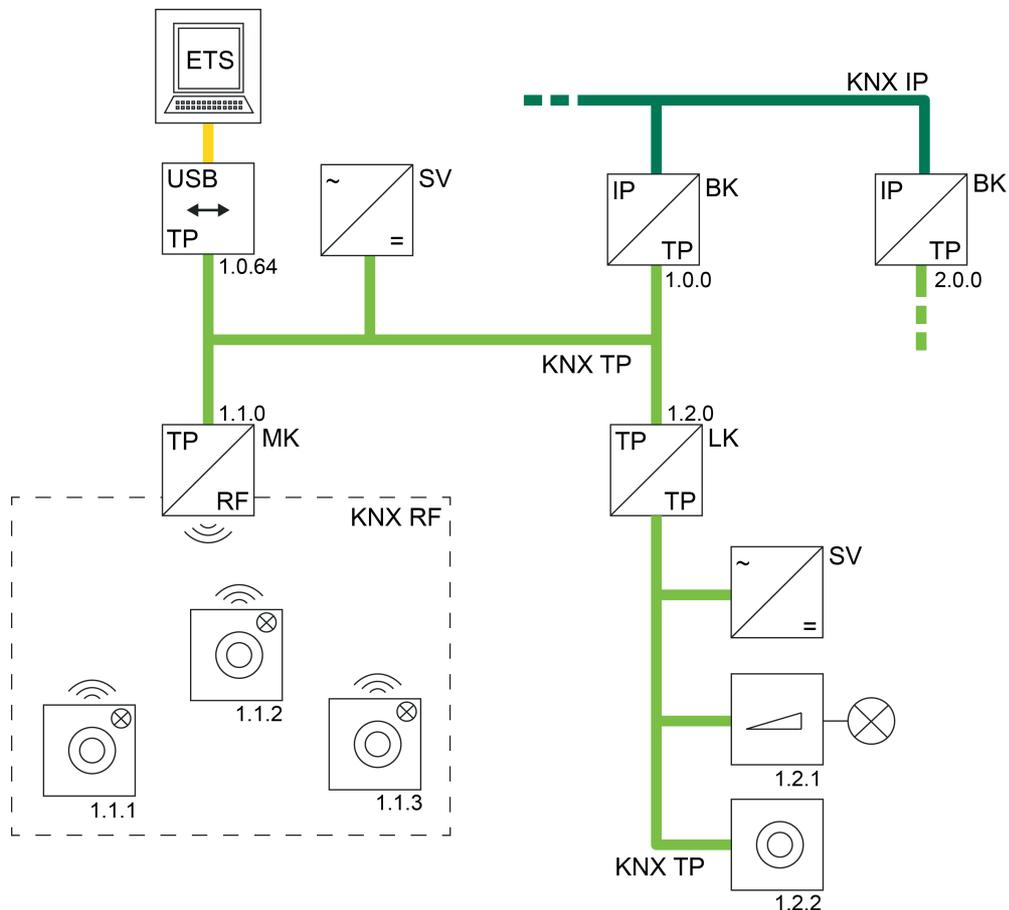

Bild 21: Beispiel einer möglichen KNX-Topologie mit einer KNX TP USB-Datenschnittstelle
- Verwendung einer KNX TP USB-Datenschnittstelle (Bild 21):